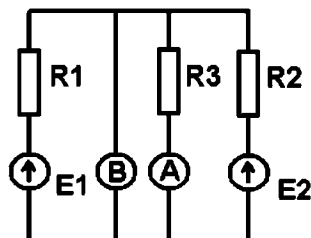
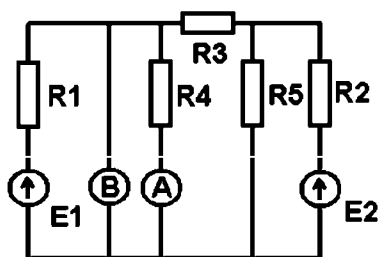

Рис. 1.23. Схема двухконтурной электрической схемы
Рис. 1.24. Схема трехконтурной электрической схемы
Двухконтурная электрическая цепь (рис. 1.23) содержит 3 линейных сопротивления.
Трехконтурная электрическая цепь (рис. 1.24) содержит 5 линейных сопротивлений.
- 3.1. Составить систему алгебраических уравнений по 1 и 2 законам Кирхгофа, описывающих электрические цепи на рис. 1.23 и рис. 1.24.
- 3.3. Разместить на наборном поле стенда сопротивления, подсоединить их к измерительным приборам и источникам питания согласно схеме на рис. 1.23. Настроить источники питания на  $E1 = 12 \text{ В}$  и  $E2 = 15 \text{ В}$ . Снять показания приборов.
- 3.5. Разместить на наборном поле стенда сопротивления, соединить необходимыми проводами и подсоединить к измерительным приборам и источникам питания согласно схеме на рис. 1.24. Настроить источники питания на  $E1 = 12 \text{ В}$  и  $E2 = 15 \text{ В}$ . Снять показания приборов.
3.7. По согласованию с преподавателем выбрать схему рис. 1.23 или рис. 1.24. Задаться фиксированным значением  $E_1 = 10$  В. Снять показания приборов при изменении  $E_2$  от 1 В до 19 В с шагом 2 В. Заполнить таблицу 1.18.